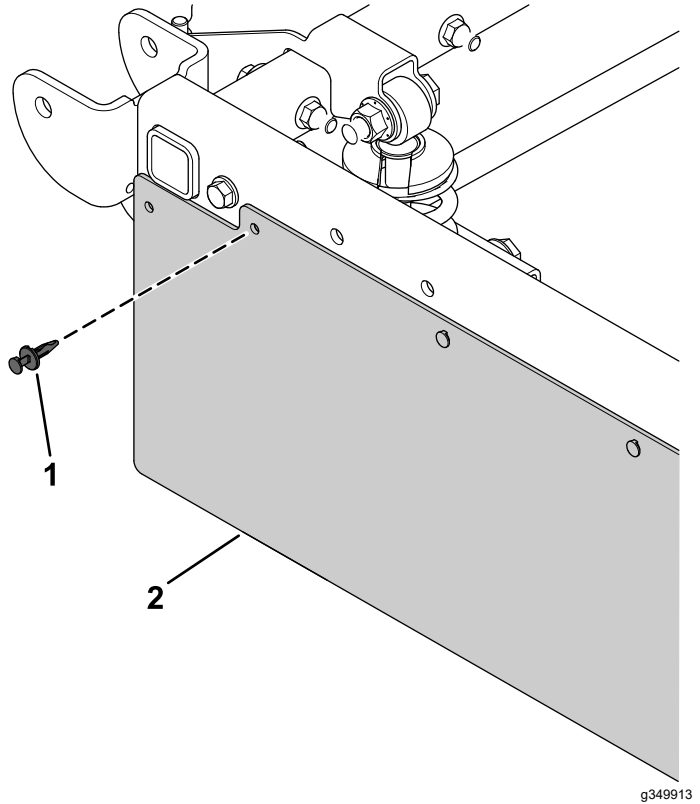

Figure 6
2. Retirez un rivet poussoir en plastique du panneau latéral (Figure 6).
3. Baissez le coin du panneau latéral (Figure 6).
6. Installez le rivet poussoir en plastique retiré précédemment (Figure 6).